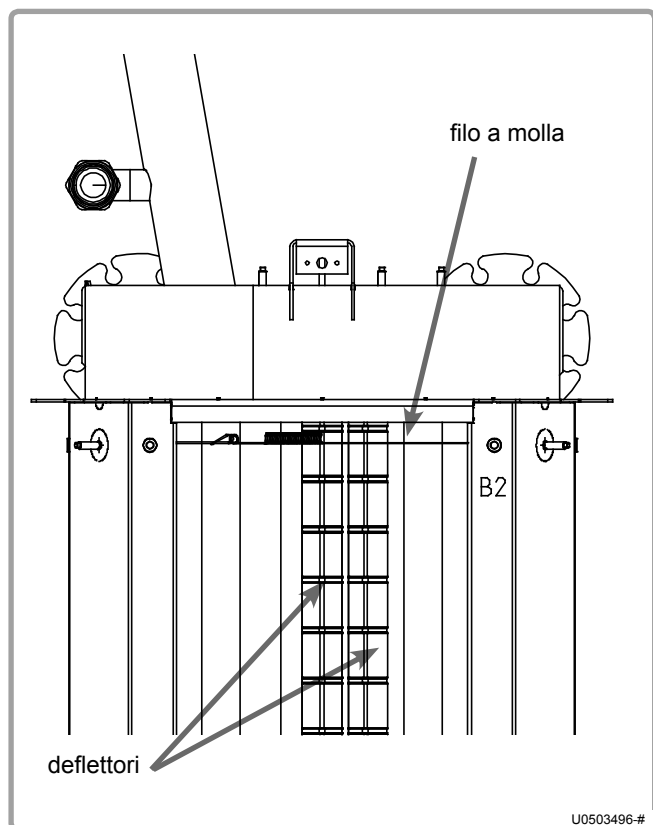

figura 46 - Rimontaggio
- Posizionare la flangia di serraggio (deve essere visibile l'incisione "UP" e la rondella di sicurezza interna deve essere situata sull'asse posteriore della caldaia - vedere figura 46).
- Premere spingendo verso il basso e fare ruotare l'impugnatura in senso orario per bloccare il collettore (vedere figura 46).